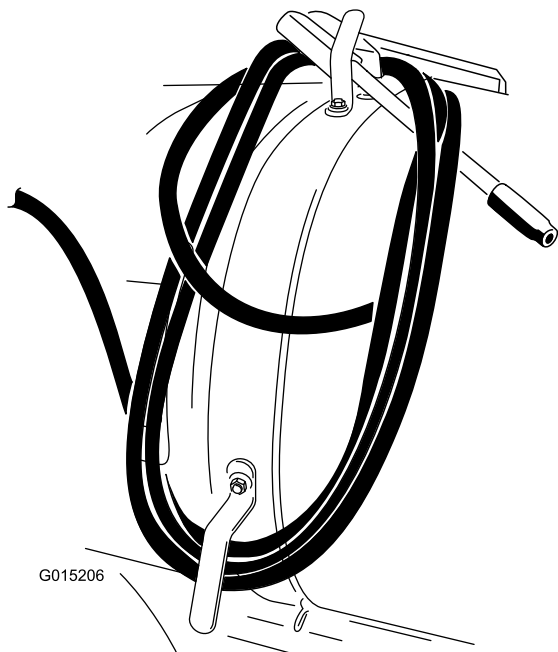

Figura 12
- 3. Avvolgete il flessibile intorno ai ganci del serbatoio e fissate la pistola come illustrato nella Figura 12.